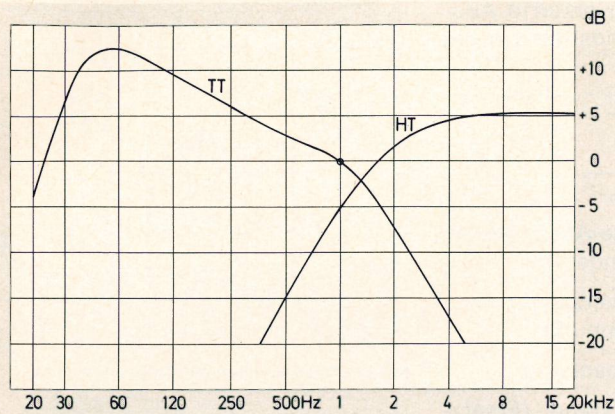

Bild 14 Frequenzgänge an den Lautsprechern L/U 300 HiFi
**Bild 14** zeigt deutlich, daß den Lautsprechern nur solche Frequenzen angeboten werden, die sie aufgrund ihrer Konstruktion auch in Schallenergie umwandeln können.